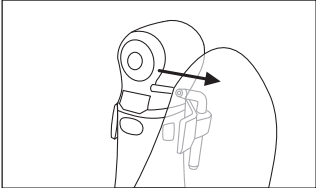

図14
- 注水ノズルの内側に引っ掛かる形状があるので、注水ノズル先端を指で押して引っ掛かりを取り外してください。（図14）